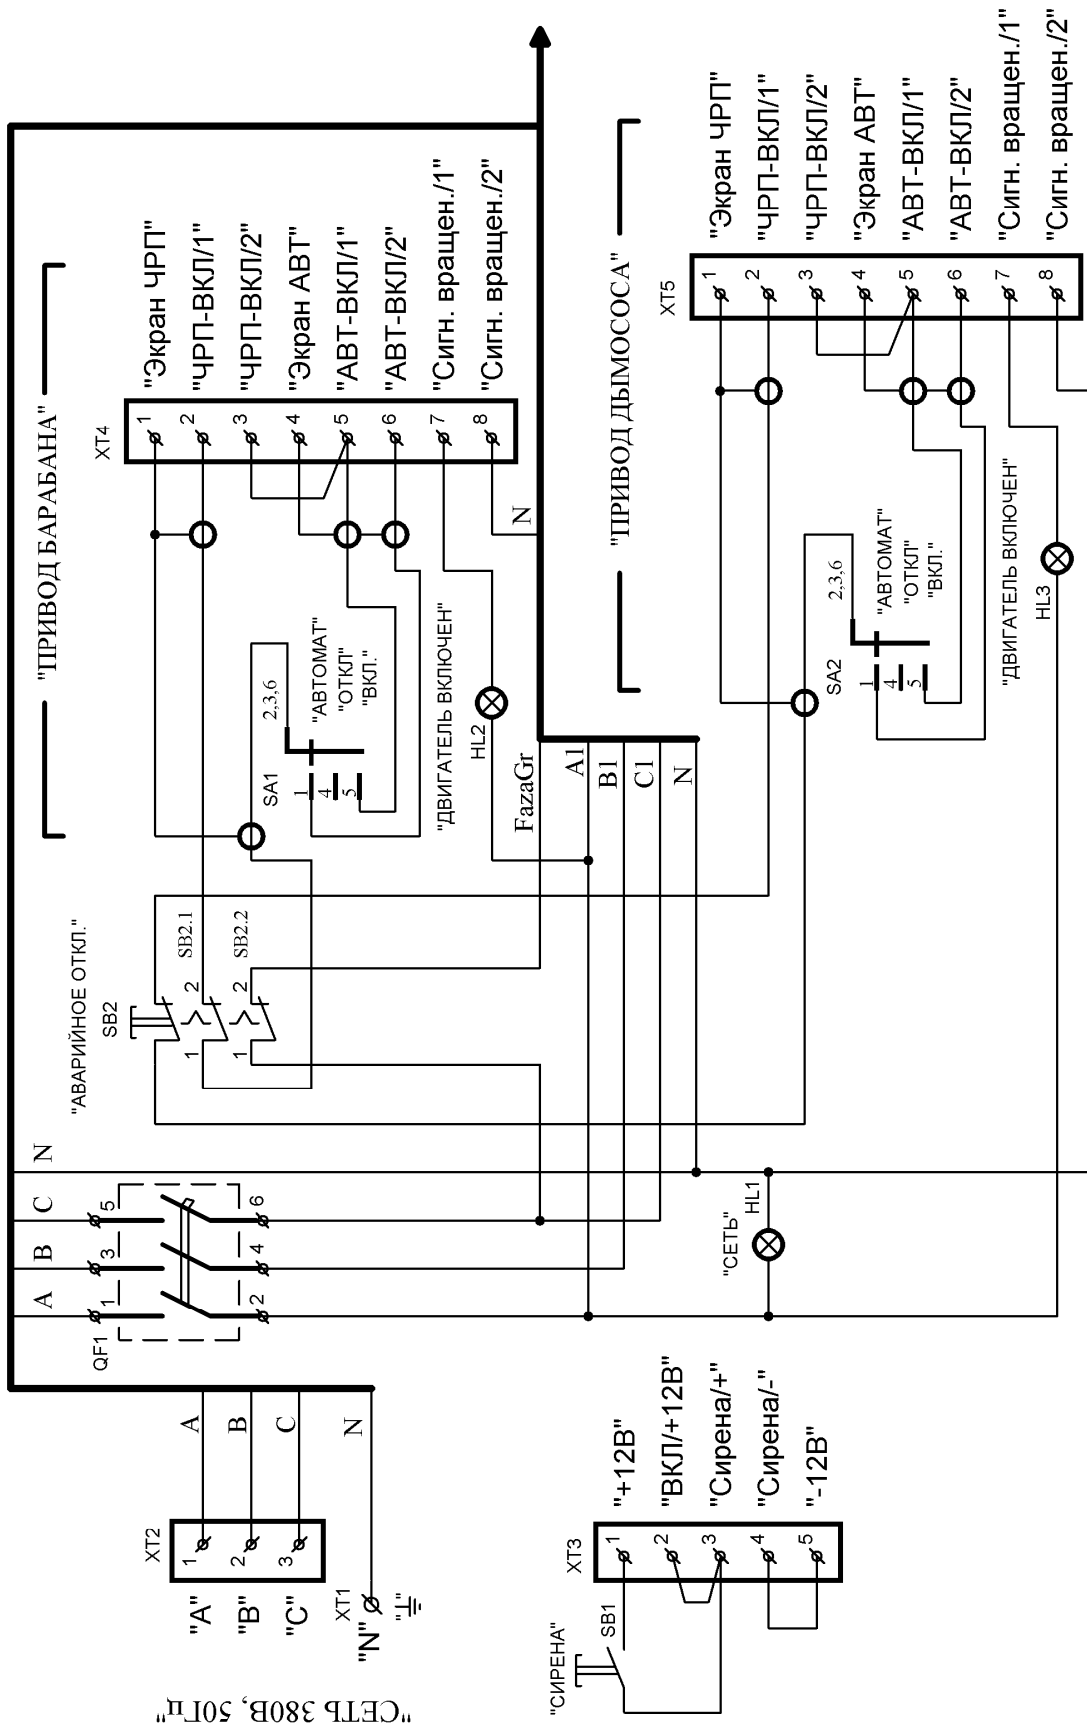

Рис. 1,а
4.2. Принципиальная электрическая схема ШУ изображена на рис. 1.